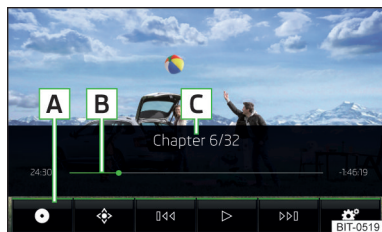

Fig. 170
#### Menú princ. » fig. 170
| Avance/retroceso del vídeo al momento deseado | Pulsar el eje del tiempo de reproducción B » fig. 170 de la pág. 150 |
- Para **visualizar** el menú del DVD en el menú principal *Video-DVD*, pulsar la superficie funcional ⬢ » fig. 170 de la pág. 150.